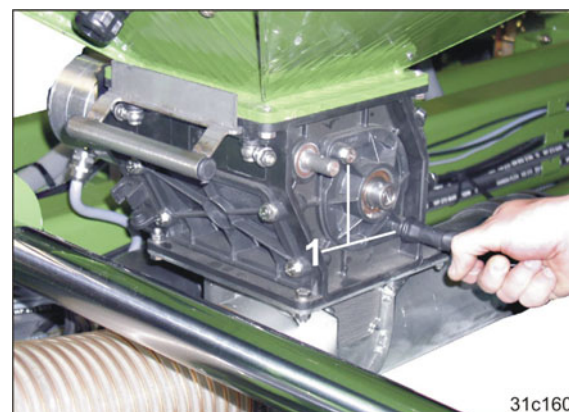

Рис. 181
2. Ослабьте два винта (Рис. 181/1).